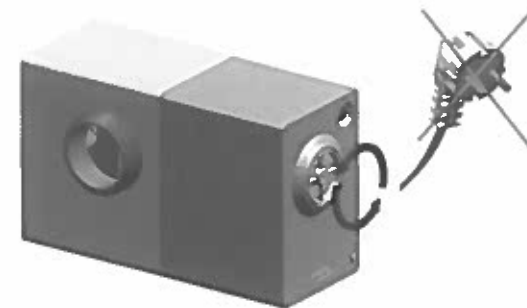

Fig. 10
5. Retirer l'unité amovible comme l'indique la Fig. 10 e libérer le filtre des corps impropres comme l'indique la Fig.11.
5. Togliere l'unità estraibile come indicato nella Fig. 10 e liberare il filtro da corpi impropri come indicato nella Fig. 11.